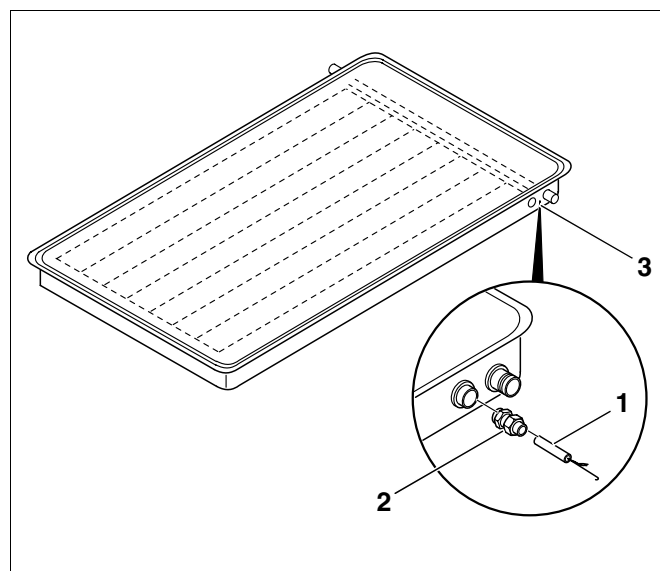
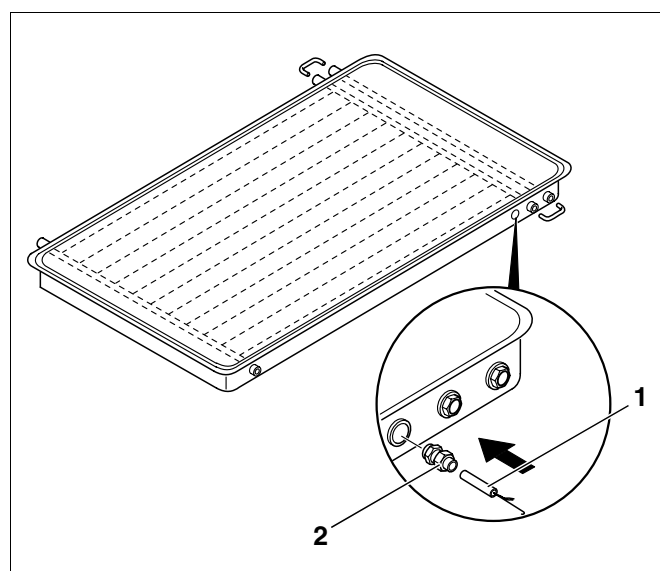

Fig. 3 Capteur Logasol SKN
Fig. 4 Capteur Logasol SKS
La sonde du capteur FSK est jointe dans l'emballage du module solaire. Le processus de montage est le même pour les deux capteurs Logasol SKN (fig. 3) et Logasol SKS (fig. 4).
- Poser la sonde (fig. 3 et fig. 4, **pos. 1**) dans le doigt de gant du dernier capteur situé en haut à droite sur le capteur (fig. 3, **pos. 3**). Pour positionner la sonde, il faut percer la protection en caoutchouc. La sonde est à insérer dans le doigt de gant jusqu'à la butée.
- Bloquer la sonde en serrant le raccord-union à fond (fig. 3 et fig. 4, **pos. 2**). La sonde doit être parfaitement calée dans le doigt de gant sans qu'il y ait de jeu.
- Le raccordement de la sonde (FSK) avec l'appareil de régulation Logamatic 2107 (M) est établi en insérant la fiche de raccordement de la sonde dans l'emplacement prévu FSK (jaune) du module solaire FM 244.